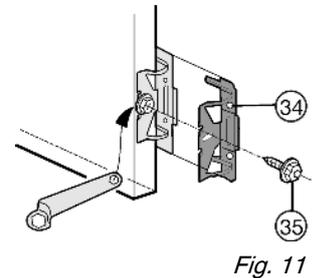

Fig. 11
- ▶ Прикрутите все крепежные уголки Fig. 11 (34) винтами с шестигранной головкой Fig. 11 (35) на дверце устройства, используя предварительно просверленные отверстия.
- ▶ установите третья пару крепежных уголков Fig. 11 (34).